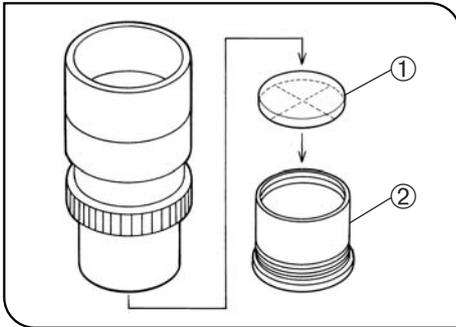

Abb. 25
4 Verwenden der Okularmikrometerplatte (Abb. 25)
Gemäß Abb. 25 die eingebaute Mikrometer-Fassung ② durch Drehen gegen den Uhrzeigersinn vom Okular abschrauben und eine Mikrometerplatte in die Fassung einsetzen.